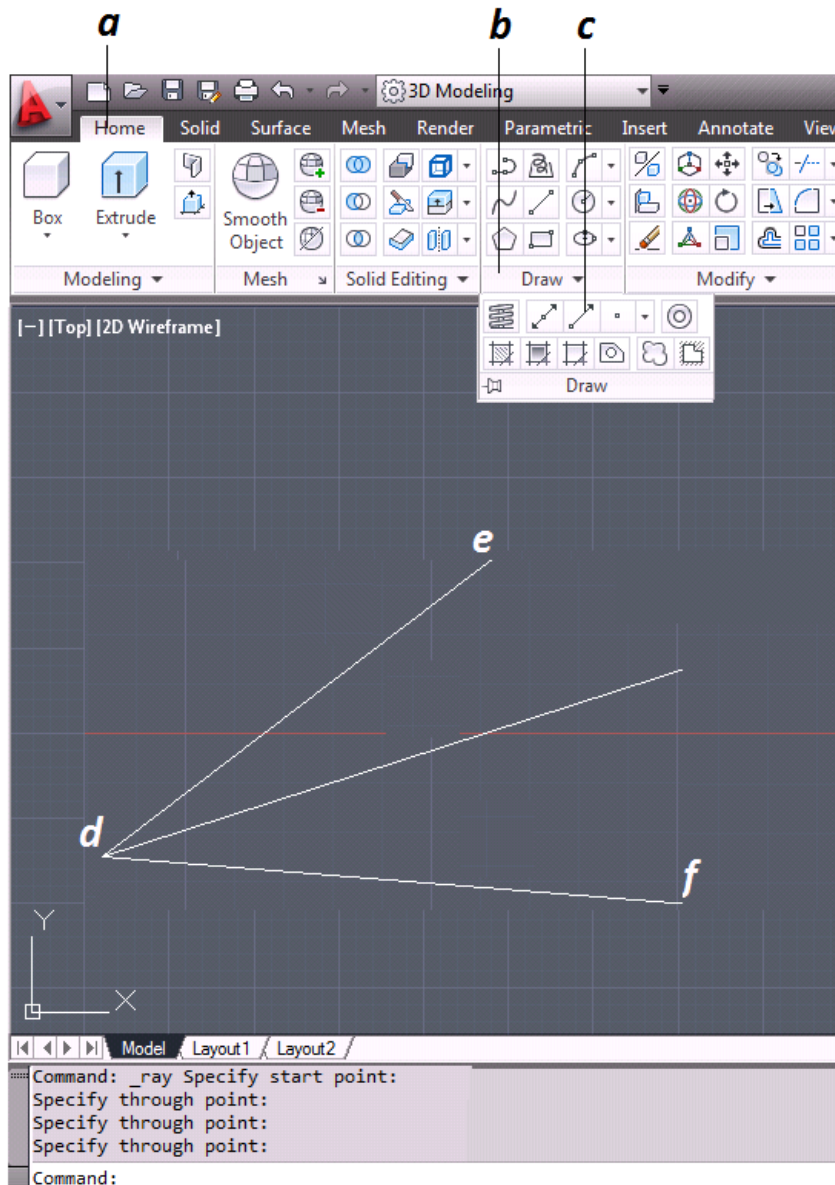

Figura 3.15 Creación de Entidades “Rayo”
Con esta opción se crea una línea que se inicia en alguna coordenada y se extiende hasta el infinito, tomando el sentido de la 2ª coordenada indicada. Con la opción Punto (Point) se indica las coordenadas implícitas o explícitas por donde se quiera pasar la línea de construcción (*figura 3.15*).
- a.** En la ficha inicio se da clic (*figura 3.15*).
- b.** En la flecha de grupo de Dibujo (Draw) (*figura 3.15*).
- c.** Se selecciona Rayo (Ray) o (Punto) para activar el comando (*figura 3.15*).
- d.** Se elige el punto de construcción de la línea (*figura 3.15*).
- e.** Ahora se indica por donde pasara el rayo (*figura 3.15*).
- f.** Si se desea seguir creando rayos desde ese origen, solo se da clic por donde se desee que pase el rayo (*figura 3.15*).
- g.** Para terminar se da enter (*figura 3.15*).